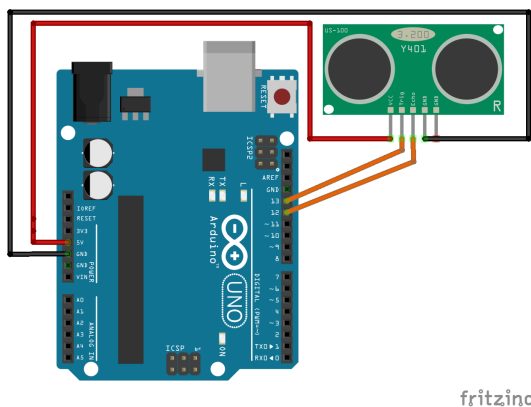

Figura 3: Esquemático de conexión sensor de ultrasonido Arduino.
Paso 1 Con ayuda de la figura 3 arme el circuito en el protoboard. **Llame a un profesor auxiliar para que verifique las conexiones.**